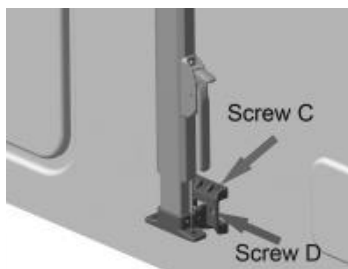

Figura C8 Figura C9
3.3 Rimuovere le staffe inferiori dai bracci, posizzionarle nella posizione di installazione inferiore con le piastre in alluminio e fissarle con le viti C e D (Figura C8). Successivamente, assemblare il braccio alla staffa e fissare anche le staffe superiori con le viti C e D. Assicurarsi che i due bracci siano alla stessa altezza (Figura C9).